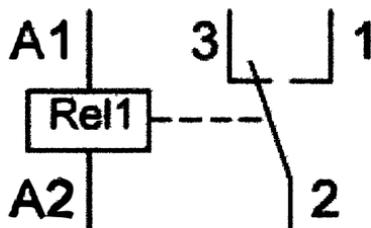

Рис. 12.1. Схема подключения реле к Arduino (n-канальное управление)
Реле – это электрически управляемый, механический переключатель, имеет две отдельные цепи: цепь управления, представленная контактами (А1, А2), и управляемая цепь, контакты 1, 2, 3 (см. рис. 12.1). Цепи никак не связаны между собой. Между контактами А1 и А2 установлен металлический сердечник, при протекании тока по которому к нему притягивается подвижный якорь (2). Контакты же 1 и 3 неподвижны. Стоит отметить, что якорь подпружинен, и пока мы не пропустим ток через сердечник, якорь будет прижатым к контакту 3. При подаче тока, как уже говорилось, сердечник превращается в электромагнит и притягивается к контакту 1. При обесточивании пружина снова возвращает якорь к контакту 3.